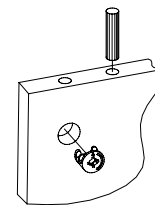

Рис.2
2. Вставьте головки минификс и шканты в детали 3, 4, 5 (Рис. 2).